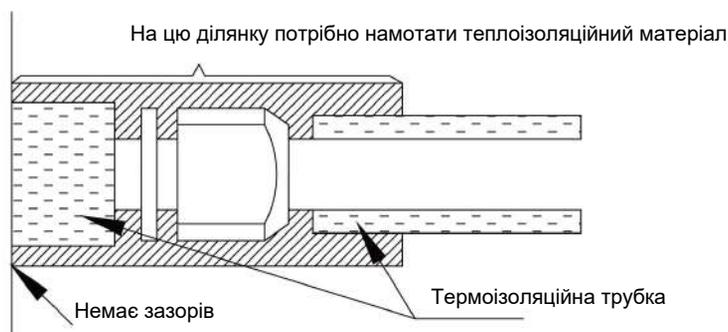

Рис. 22
- 4) З'єднання внутрішнього та зовнішнього блоків слід обернути ізоляційним матеріалом і не залишати зазорів між трубою та стіною. Дивіться рис.22.